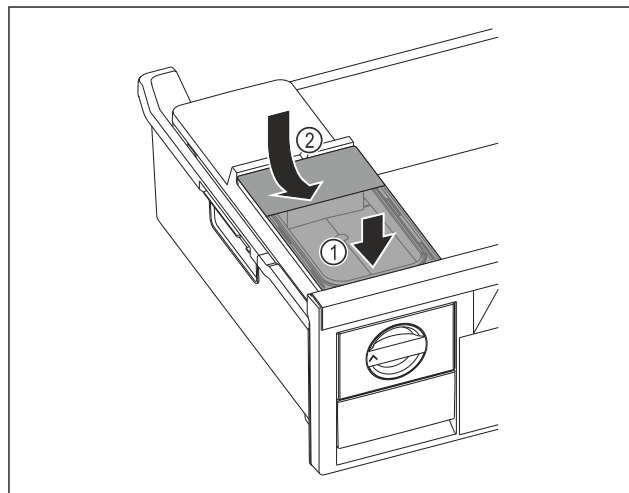

Fig. 43
- Nádržku na vodu nasadte vpredu. Fig. 43 (1)
- Nádržku na vodu spustite vzadu. Fig. 43 (2)